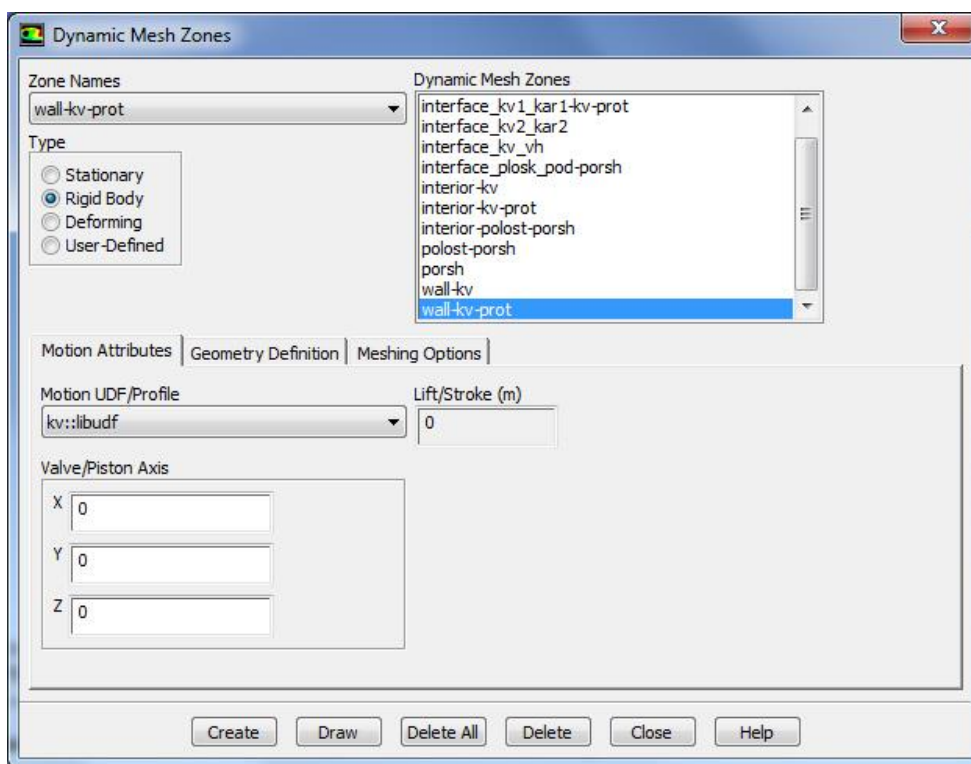

Рисунок 1.29 – Меню задания подвижных зон
4. После всех выполненных операций необходимо закрыть окно *Dynamic Mesh Zones* (рисунок 1.29).